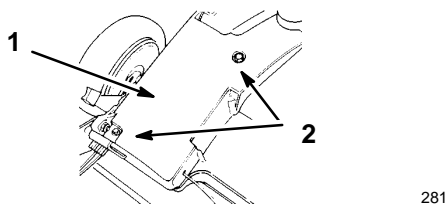

Figure 19
1. Moteur éteint, retirer les deux boulons de fixation du carter de courroie (Fig. 19) et déposer le carter de courroie.